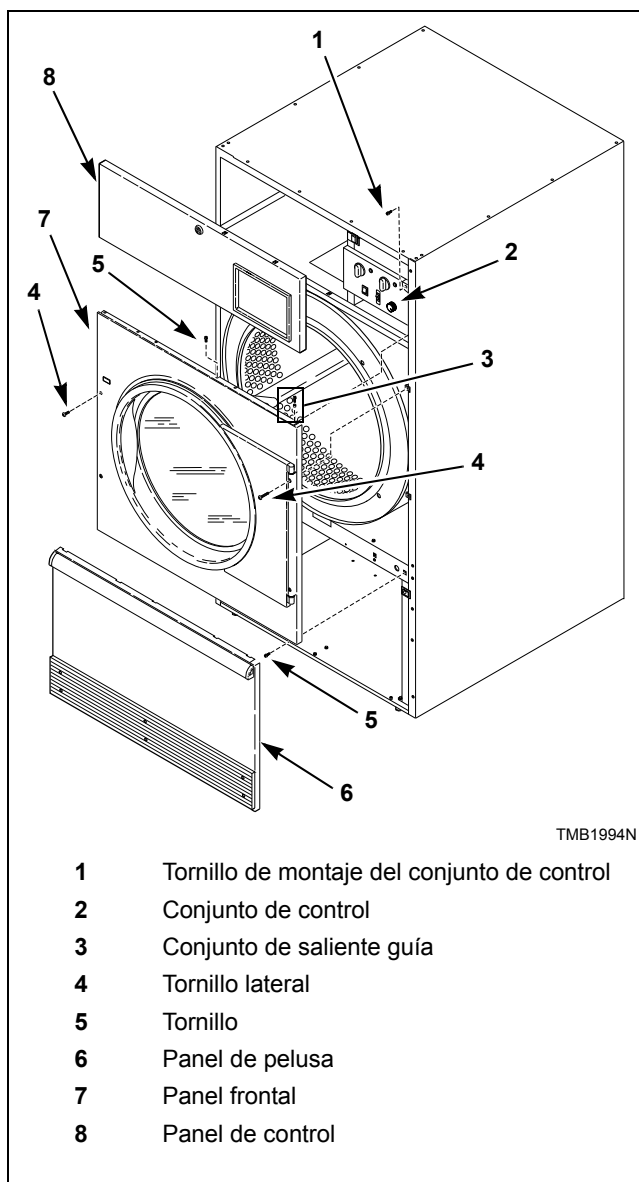
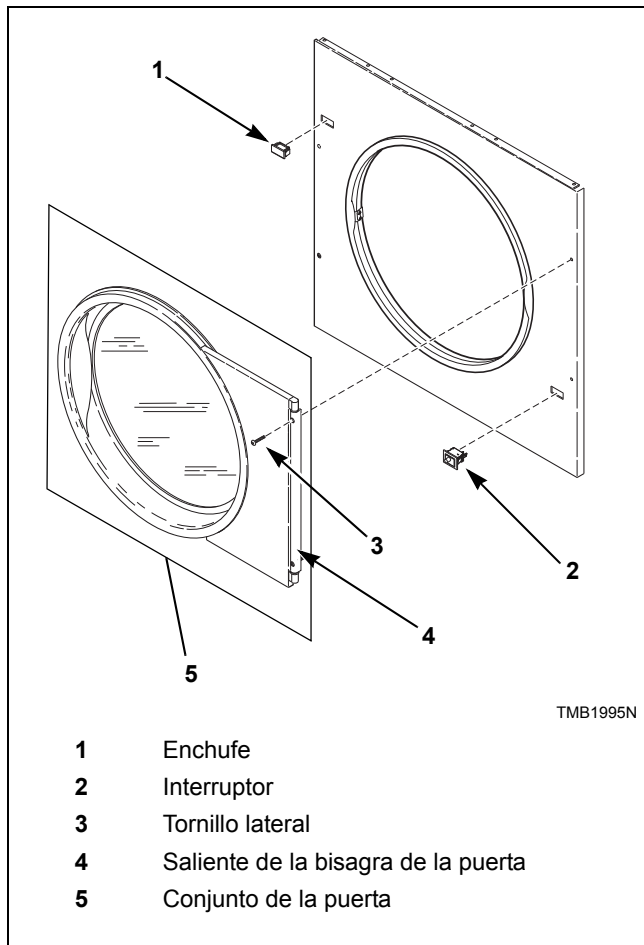

Figura 10
Figura 11
2. Desbloquee y retire el panel de control. Quite los dos tornillos de montaje del conjunto de control del lado derecho. Oscile y abra el control para acceder al conjunto de agarradera guía derecha del saliente superior. Consulte la *Figura 10*.
- Desmonte cuatro tornillos del panel frontal. Consulte la *Figura 10*. Mantenga las levas de la bisagra de la puerta en el saliente de la bisagra de la misma. Tire del saliente y del conjunto de la puerta como si fueran una sola pieza. Consulte la *Figura 11*.
- Retire los tornillos restantes del panel delantero. Consulte la *Figura 10*. Desconecte el arnés del interruptor de la puerta del interruptor. Retire el panel frontal. Consulte la *Figura 11*.
- Intercambie las ubicaciones del interruptor y el enchufe. Oprima las orejetas con unos alicates ajustables para desmontar el enchufe y el interruptor del panel delantero. Vuelva a instalar el interruptor, orientando el botón hacia el centro de la máquina. Vuelva a instalar el enchufe en la ubicación previa del interruptor. Consulte la *Figura 11*.